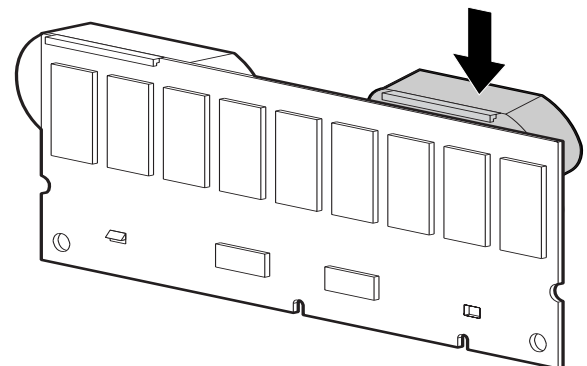

Abbildung 7: Einsetzen des Akkus
6. Setzen Sie den neuen NiMH-Akku ein, indem Sie diesen mit der Oberkante in einem Winkel von 30 Grad zum Modul an der Oberkante des Moduls einhängen. Siehe Abbildung 7.